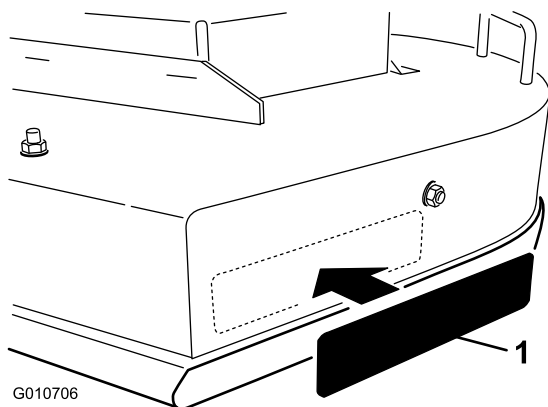

Figura 11
15. Retire el soporte y aplique la pegatina al cortacésped en el lado de descarga (Figura 11). Alísela desde el centro hacia los bordes para eliminar cualquier burbuja de aire.